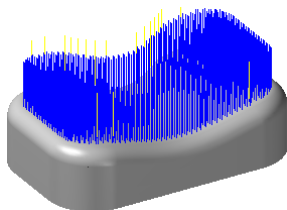

图 12.5.7 刀具路径
Step6. 单击“多轴刀具路径-沿面五轴”对话框中的  按钮，完成多轴刀具路径 - 沿面五轴加工参数的设置，此时系统将自动生成如图 12.5.7 所示的刀具路径。
Step2. 在“路径模拟控制”操控板中单击  按钮，系统将开始对刀具路径进行模拟，结果与图 12.5.7 所示的刀具路径相同；单击“路径模拟”对话框中的  按钮，关闭“路径模拟控制”操控板。